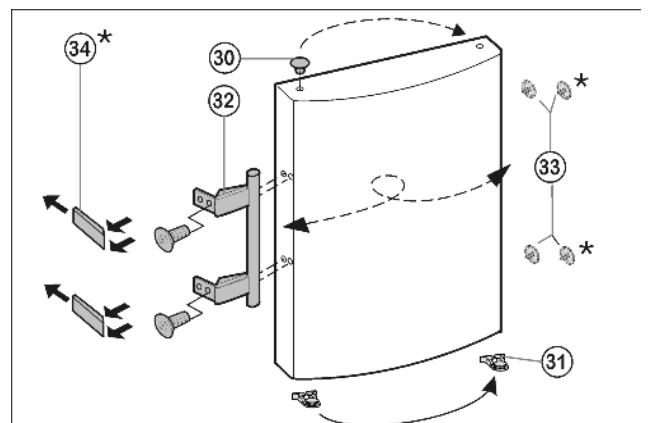

Fig. 8
- Til de stop Fig. 8 (33) uit de deurhangerbus en plaats hem om.
- ▶ Deurgreep Fig. 8 (32), stoppen Fig. 8 (33) en drukplaatjes\* Fig. 8 (34) verwijderen en aan de andere kant aanbrengen.